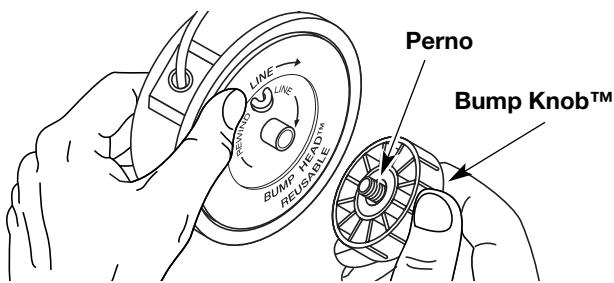

Fig. 16
1. Sostenga la bobina exterior con una mano y desenrosque la Bump Knob™ en sentido antihorario (Fig. 16).
1. Sostenga la bobina exterior con una mano y desenrosque la perilla percusiva en sentido antihorario (Fig. 16). Inspeccione el perno dentro del botón de tope para verificar que se mueva con libertad. Cambie el botón de tope si está dañado.